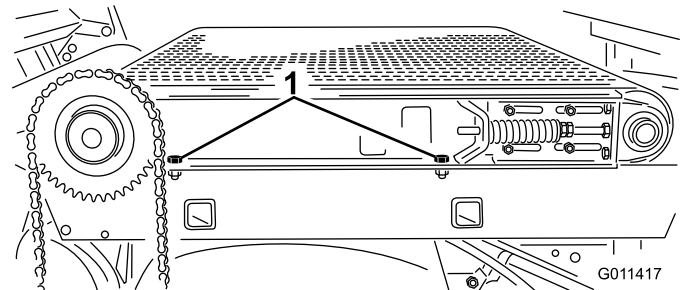

Figure 34
6. Sur le côté droit de la machine, desserrez les (2) vis à tête, rondelles et écrous qui fixent le plateau coulissant au cadre (Figure 34). Desserrez suffisamment les fixations pour permettre au plateau coulissant de basculer.